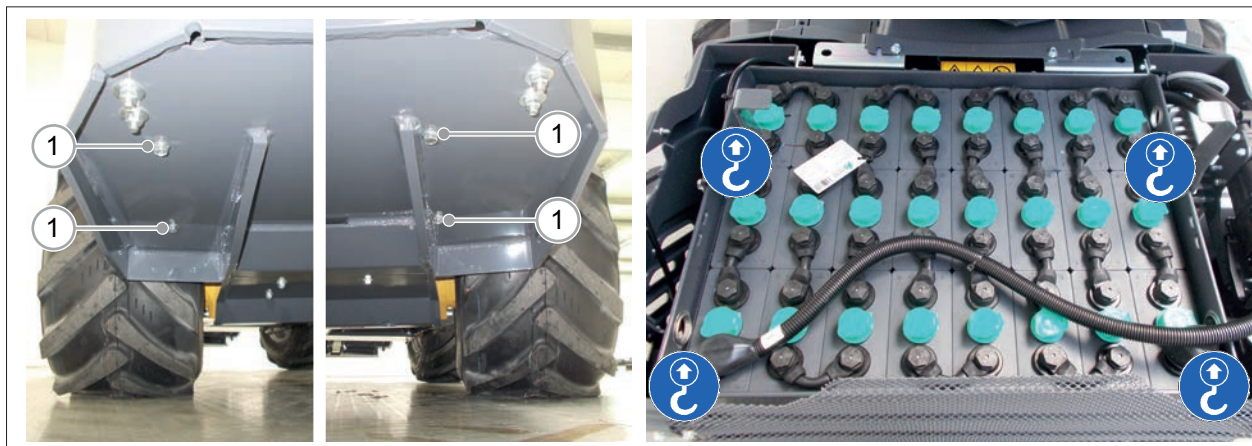

РИС. 52
- 4) Снимите четыре болта (РИС. 52 - Сс. 1), которые крепят аккумулятор к раме машины.